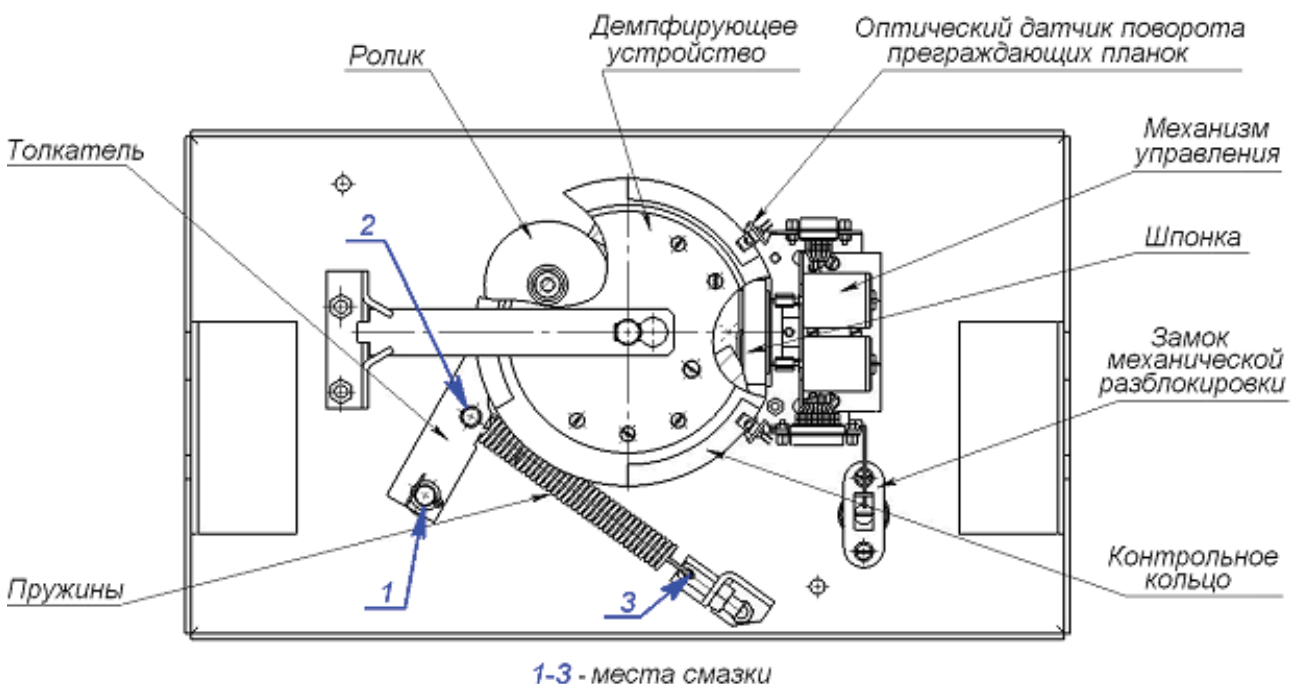

Рисунок 11 Расположение внутренних деталей и узлов стойки ЭП
2. снимите крышку (3) в порядке, указанном в разделе 6;
4. осмотрите устройство доворота (толкатель, пружины и ролик), оптические датчики поворота преграждающих планок и демпфирующее устройство (см. рис. 11);
- четыре втулки на устройстве доворота – две на оси вращения толкателя и две на оси крепления пружин, а также отверстия в деталях крепления пружин, по две - три капли масла в каждое место смазки (места смазки указаны на рис. 11);